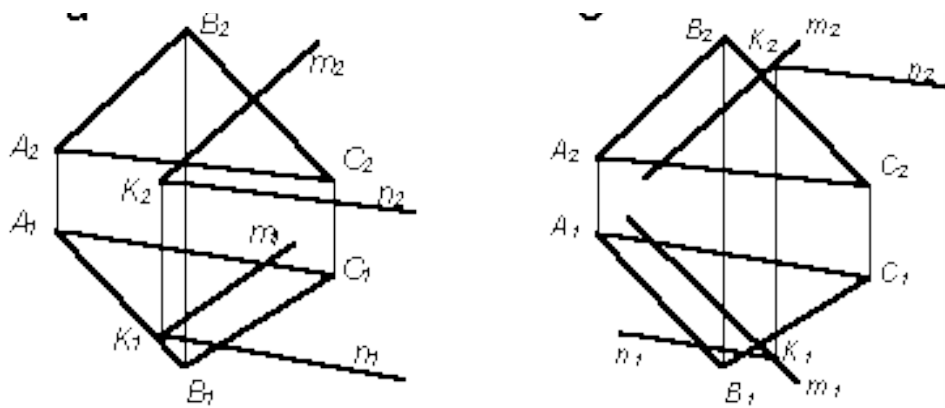

Рис. 4
5. На каком из чертежей (рис. 4) плоскость Σ (ΔABC) параллельна плоскости $P(m \perp n)$.